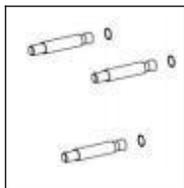

Fig.2 .
2) Insérez les trois boulons d'expansion (1) fournis dans les trous de montage percés. Vous devrez peut-être utiliser un marteau pour les fixer. Voir la (Fig. 2).